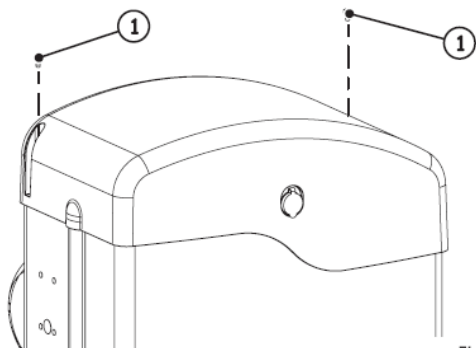

Fig. 7
- Enlever les deux vis de fixation du carter supérieur, voir Fig.7, réf. 1.